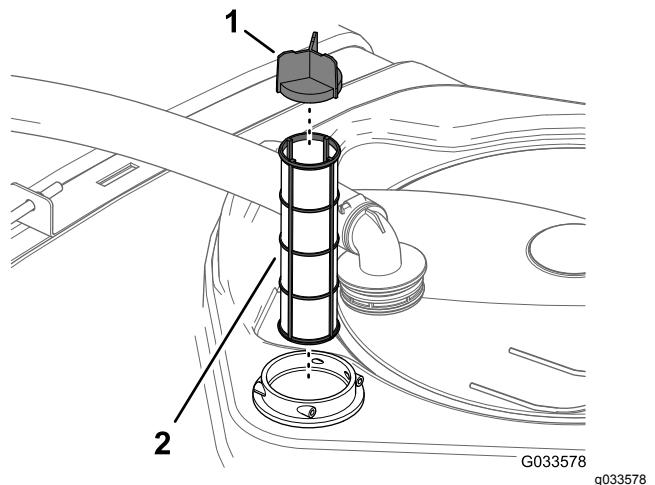

Figura 47
4. Retire el filtro de aspiración del alojamiento del filtro del depósito (Figura 47).